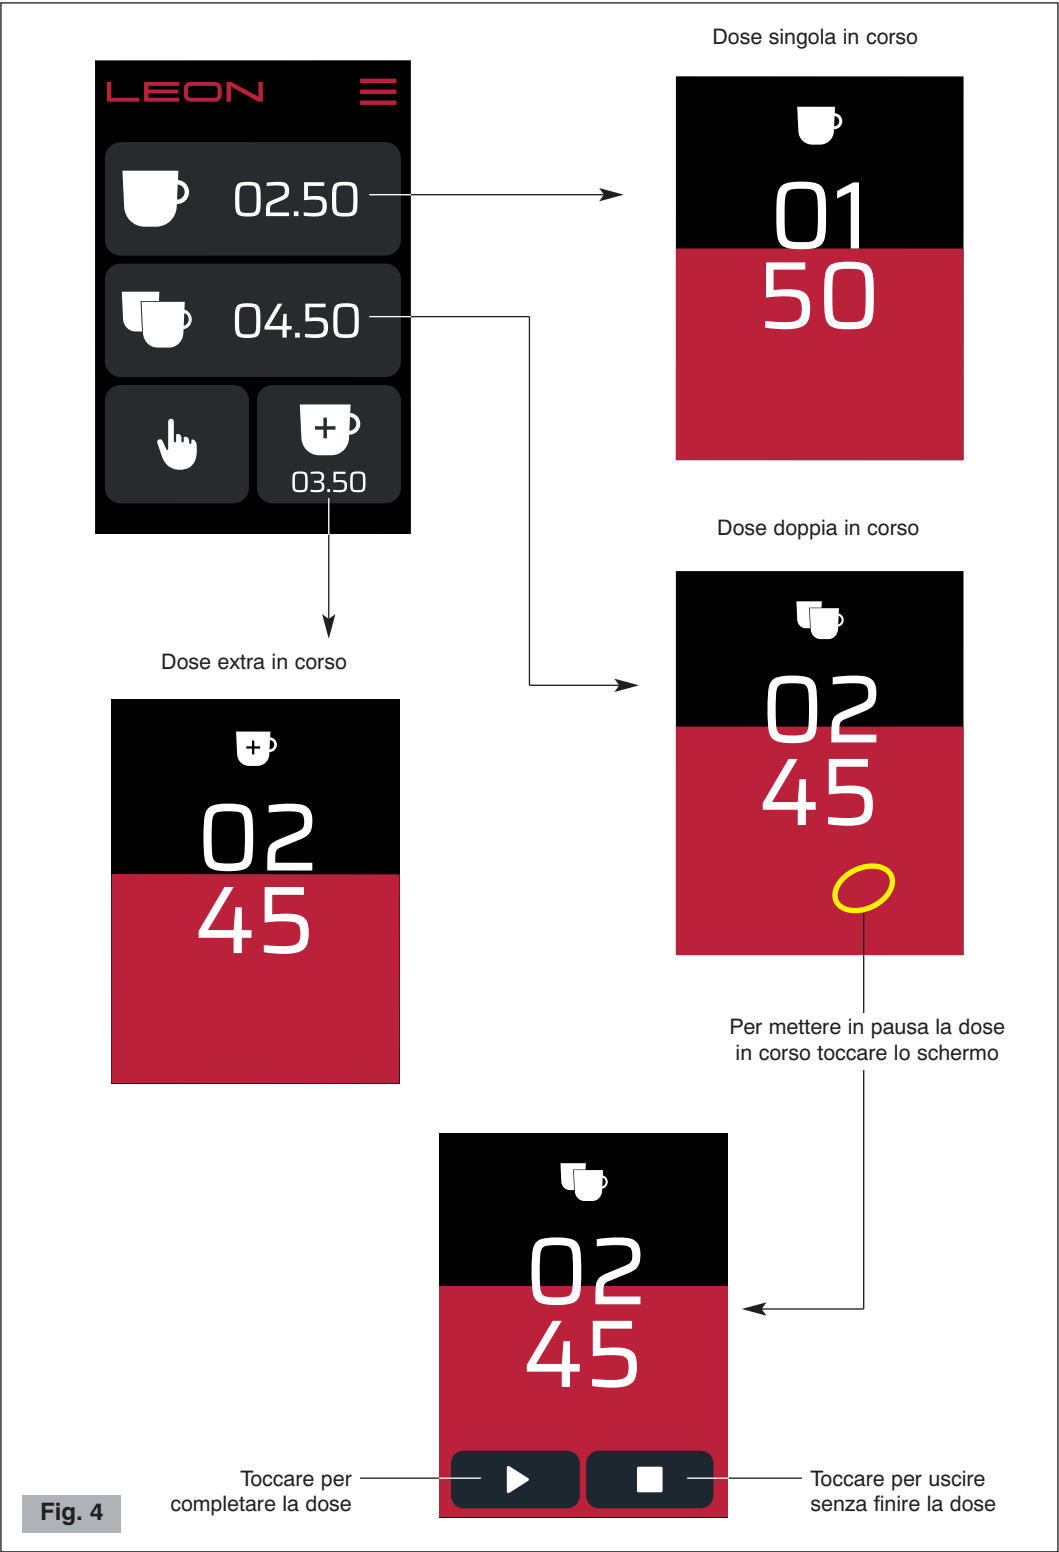

Fig. 4
- 2 Portare l'interruttore ON-OFF sulla posizione "I" (8 Fig. 1). Si accende il display del pannello di controllo (9 Fig. 1) (vedere Fig. 4).
Funzionamento automatico (vedere Fig. 4)